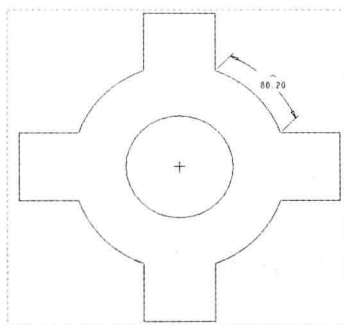

图 3-45 标注尺寸
Step 02 在绘图区右上方圆弧的两个端点上依次单击鼠标左键，在绘图区右上方的圆弧上单击鼠标左键，移动鼠标指针至右上方合适位置，单击鼠标中键，标注尺寸，如图 3-45 所示。